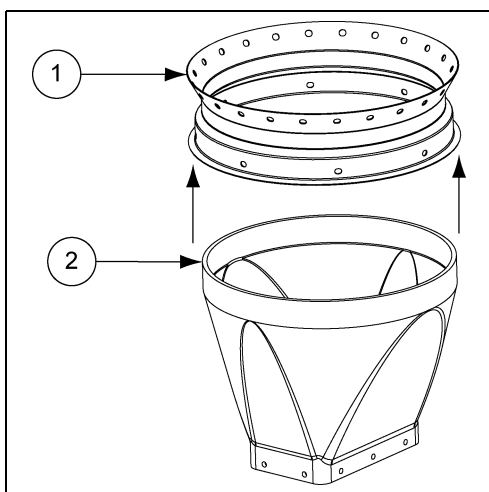
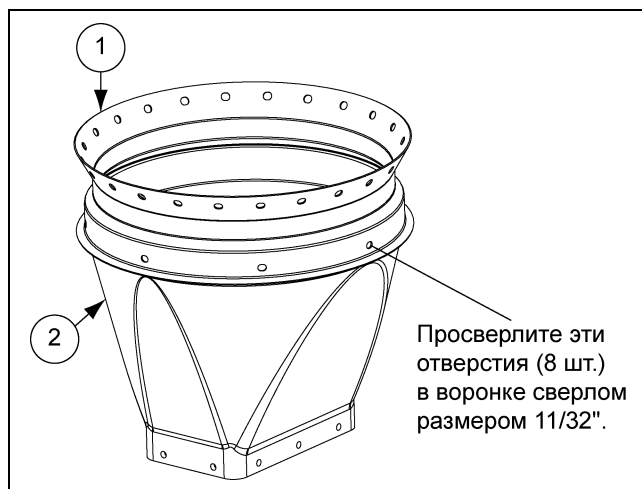

Рисунок 5A
Рисунок 5B
Вставьте воронку как можно глубже в кольцо бака или в отверстие регулятора подачи Sure-Flo). См. рис. 5A. Совместите воронку с подготовленной к установке системой Flex-Flo. Используя в качестве кондуктора отверстия в кольцах, просверлите восемь (8) отверстий размером 11/32" в ободке воронки. См. рис. 5B.